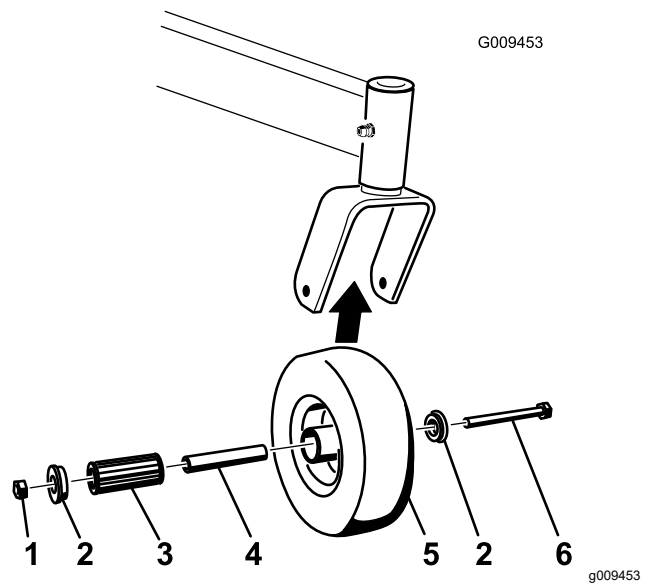

Bild 60
1. Entfernen Sie die Sicherungsmutter und die Radschraube, mit denen das Laufrad an der Laufradgabel befestigt ist (Bild 60).
2. Entfernen Sie eine Büchse und ziehen dann die Spannbüchse sowie das Rollenlager aus der Radnabe heraus (Bild 60).
3. Entfernen Sie die andere Büchse aus der Radnabe und entfernen Sie Fett- und Schmutzrückstände von der Nabe (Bild 60).
Hinweis: Tauschen Sie abgenutzte und beschädigte Teile aus (Bild 60).
5. Stecken Sie eine Büchse in die Radnabe (Bild 60).
6. Fetten Sie das Rollenlager und die Vierkantbüchse ein und schieben beide in die Radnabe (Bild 60).
7. Stecken Sie die zweite Büchse in die Radnabe (Bild 60).
8. Bringen Sie das Laufrad in der Laufradgabel an und befestigen Sie es mit der Radschraube und Sicherungsmutter (Bild 60).
9. Ziehen Sie die Sicherungsmutter so weit fest, dass die Vierkantbüchse auf die Innenseite der Laufradgabeln trifft (Bild 60).